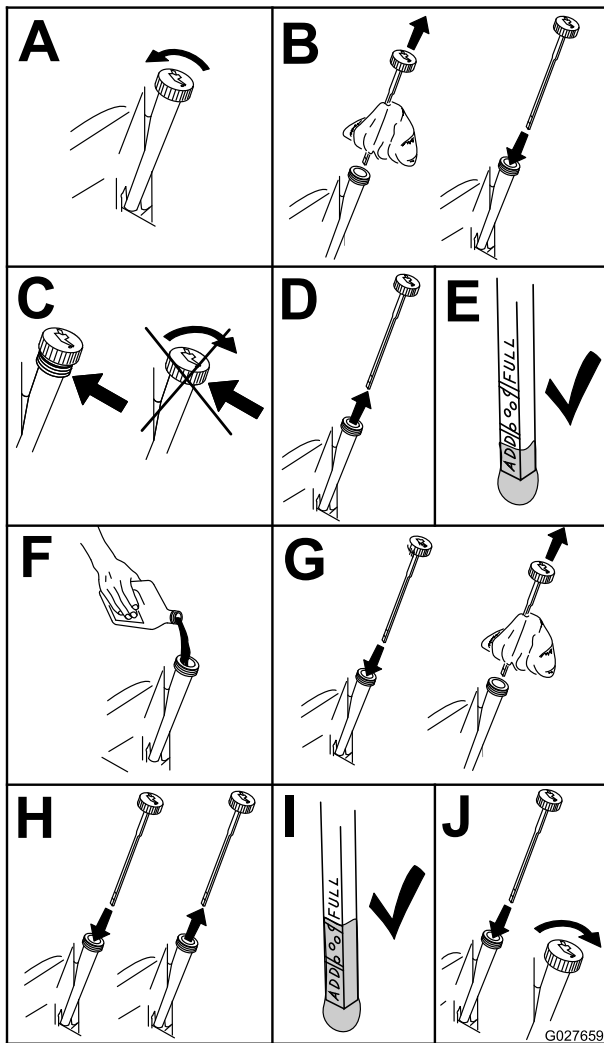

Figure 52
2. Avant de quitter la position d'utilisation, coupez le moteur, enlevez la clé de contact et attendez l'arrêt de toutes les pièces mobiles (Figure 52).